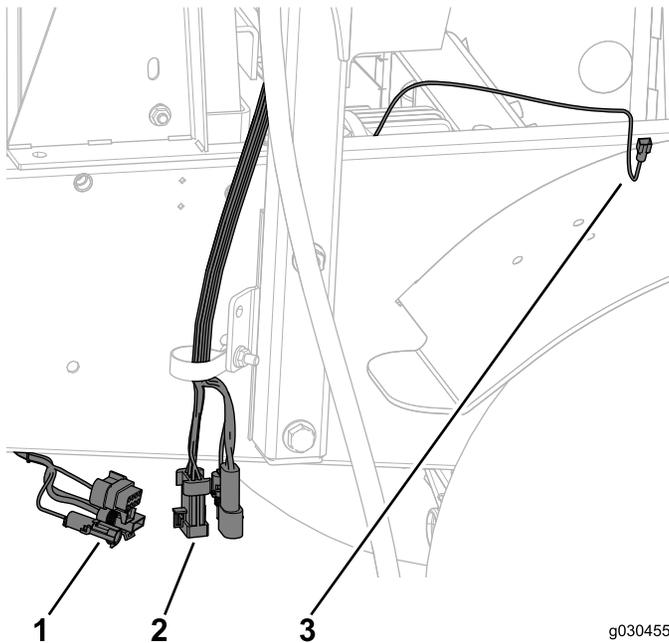

Bild 66
1. Schließen Sie den Kabelbaum, der an der Maschine befestigt ist, vom Kabelbaum ab, der an der Kabine befestigt ist (Bild 66).